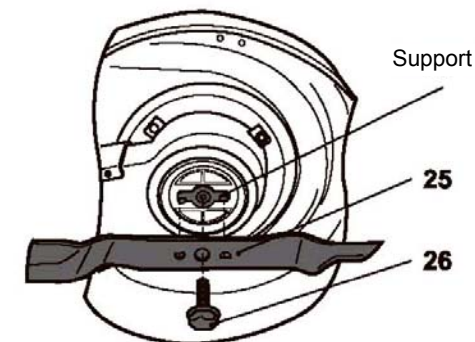

Fig. 18
1. Maintenir le dessous du produit et le dispositif de coupe (25) propres et exempts de débris. Retirer toute l'herbe coupée des goulottes d'évacuation (23, 24).
3. Garder le dispositif de coupe (25) aiguisé pour conserver de bonnes performances de coupe. Si le dispositif de coupe est usé ou endommagé, le remplacer par un nouveau dispositif de même type ou demander à un spécialiste qualifié de l'aiguiser.
4. Desserrer le boulon central (26) dans le sens inverse des aiguilles d'une montre à l'aide d'une clé adaptée et le déposer avec le dispositif de coupe (25) (Fig. 18).
5. Remplacer le dispositif de coupe (25) par un nouveau dispositif de même type, puis reposer le boulon central (26). Serrer le boulon central dans le sens des aiguilles d'une montre à 40 N m min. et 54 N m max. pour assurer le bon fonctionnement du produit.
6. Remplacer ce dispositif de coupe (25) après 50 heures de tonte ou 2 ans (selon la première échéance), quel que soit son état. Tout dispositif de coupe fissuré ou endommagé doit être remplacé immédiatement par un nouveau dispositif.
7. Lubrifier le dispositif de coupe (25) après chaque utilisation pour prolonger sa durée de vie. Appliquer une huile machine légère le long du tranchant du dispositif de coupe.